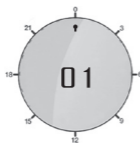

Рисунок 12. Индикация установленного комфортного режима обогрева и переход к выбору режима для следующего часа
Далее для подтверждения выбора комфортного режима обогрева в текущей индикации времени в центре дисплея терморегулятора, необходимо повторно нажать клавишу  $\blacktriangle$  (10) для перехода в следующий час установки таймера. В результате на дисплее появится индикация, соответствующая рис. 12.
ющая выбранному часу включения комфортного режима обогрева и индикация выбора температуры для следующего часа (рис. 12).